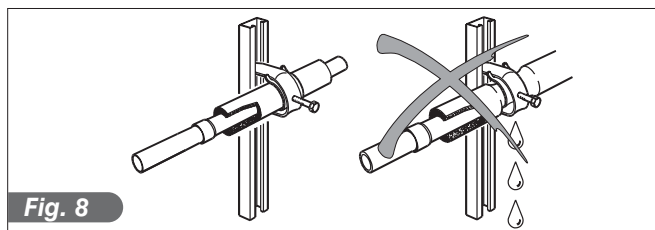

Fig. 8
- 2) Fastspænding af klammer på isolerede slanger (Fig.8).